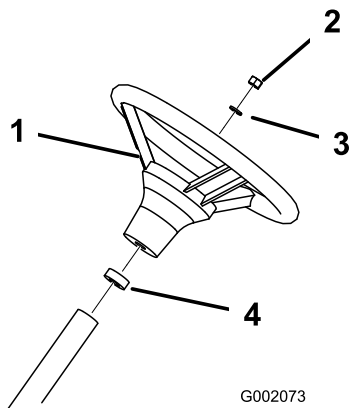

Figura 5
3. Fije el volante a la columna con la tuerca y la arandela (Figura 5). Apriete las tuercas de las ruedas a 24-29 Nm.